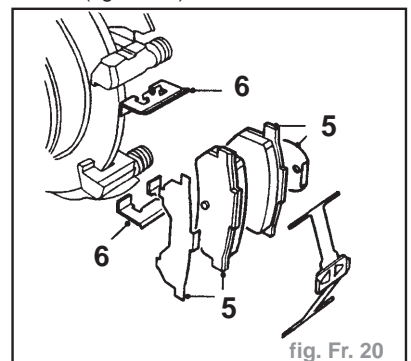

fig. Fr. 20
- Enlever les plaquettes de frein (5) et les cales (fig. Fr. 20).
- Enlever 2 boulons (9) d'axe de guidage.
- Déposer le boîtier d'étrier (10) du support.
- Noter les positions de montage et enlever 2 cales des plaquettes. Déposer 2 cales de butée de plaquette du support (fig. Fr. 20).